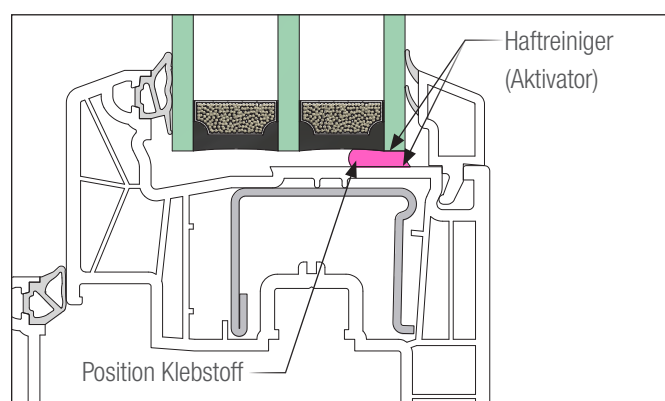

Abb. 5: Position der Glaskantenverklebung
- Vorbehandeln der zu verklebenden Klebeflächen - innere Glasscheibe und Flugelfalzgrund (Abb. 5).